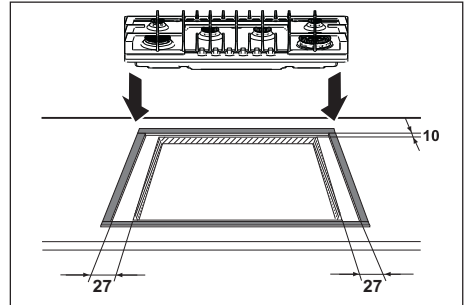

Рис. 13
- нанесите специальный герметик-прокладку, входящий в комплектацию, на передний край отверстия, на расстоянии 27 миллиметров от боковых краев и на расстоянии 10 мм от заднего края, следя за тем, чтобы концы плотно прилегали друг к другу и не накладывались (см. рис. 13);